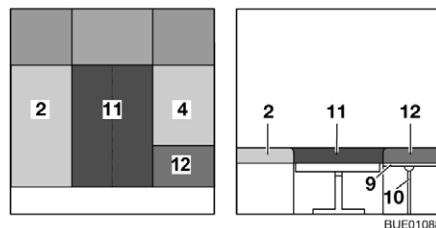

Fig. 109 Après la transformation
- Placer le coussin supplémentaire (Fig. 109,11) entre les coussins d'assise (Fig. 109,2 et 4).
- Placer le coussin supplémentaire (Fig. 109,12) entre les rallonges de coffres de banquette (Fig. 109,9).